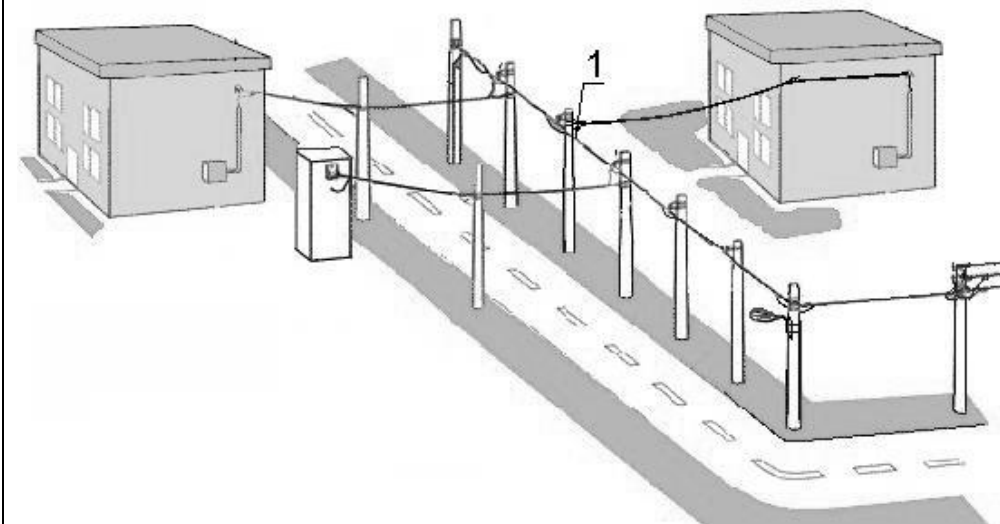

Рисунок 1
- для выполнения подключения абонента после оплаты (поз.1 рисунок 1),